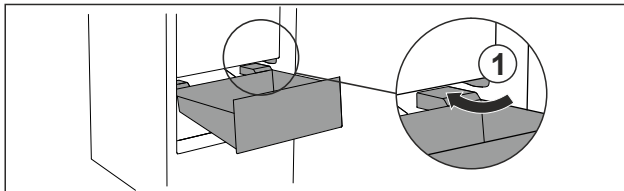

Fig. 87
- Vie vetolaatikko vinosti rajoittimen Fig. 87 (1) ohi.